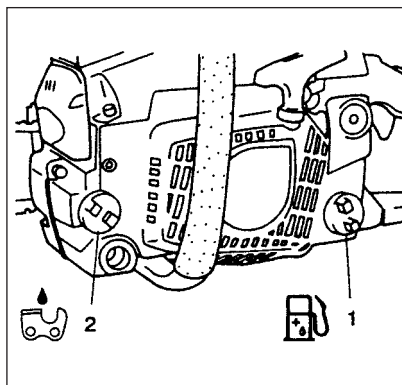

Fig. 2-1B
⚠ VARNING! (Fig.2-1B)
Olja för kedjan (Fig. 2-1B)
Vid påfyllning av bränsle (1) eller olja för kedjan (2) i tanken, skall sidan med locket vändas uppåt. (Fig. 2-1B)